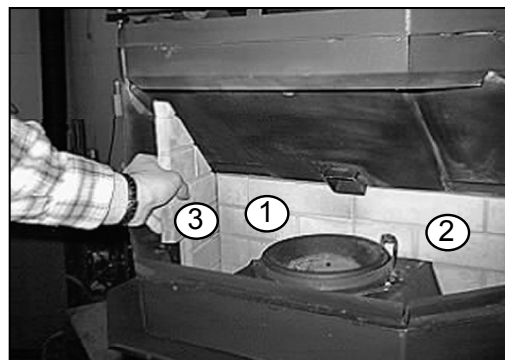

Figure 21.2
4. Placez la brique de gauche le long du côté gauche de la boîte à feu, en vous assurant que le bord arrière chanfreiné (biseauté) de la brique s'ajuste contre la brique arrière. **Figure 21.2.**